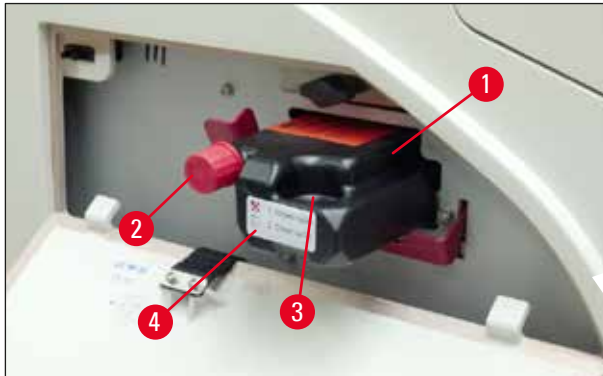

Fig. 60
3. Retirer le film de protection, puis insérer la cartouche jusqu'à la moitié dans le compartiment des cartouches (→ "Fig. 60").